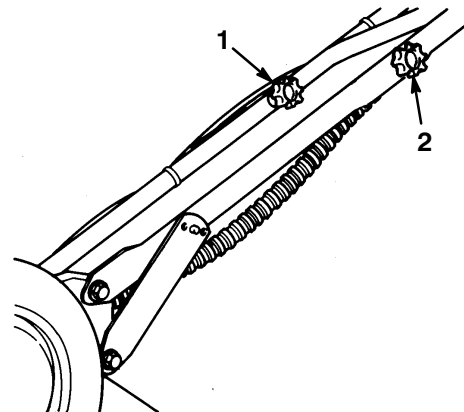

Figure 2
2. Retirer le bouton de gauche de l'extérieur du mancheron, avec son boulon (Fig. 2).